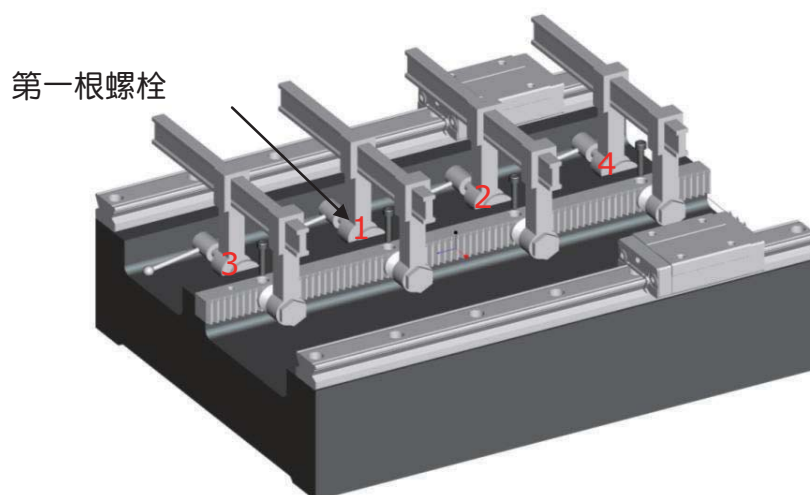

图 6
3.4 适当调整夹具位置，让齿条与床台支撑面完全贴合。以表 4 之螺丝锁紧扭力建议值，依图 6 显示之顺序，由齿条中央开始向两侧锁紧螺栓。